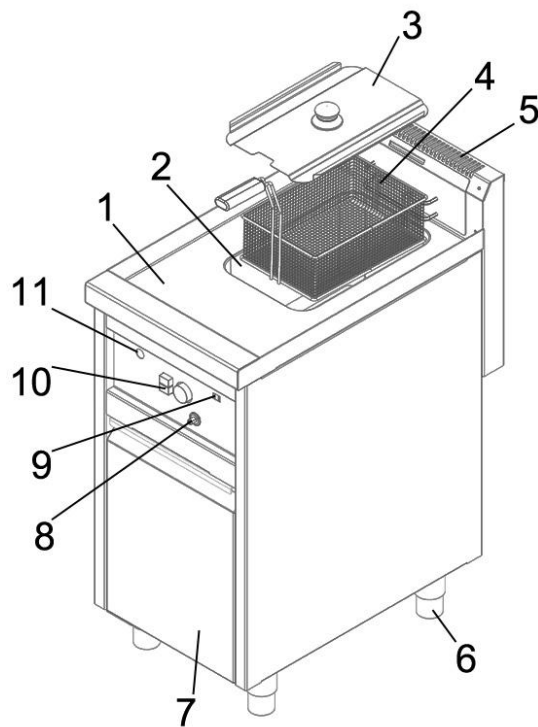
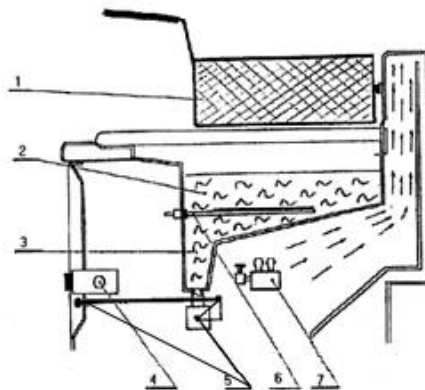
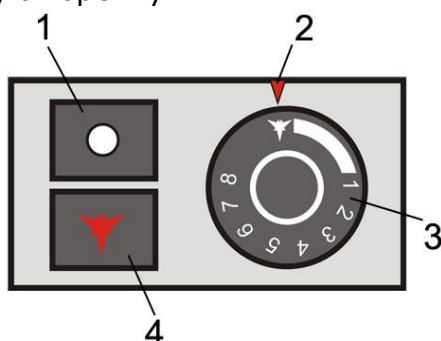

Рис.1. Устройство газовой фритюрницы
Рис.2. Устройство фритюрной ванны
Рис.4. Блок управления фритюрницей
На рис.1 приведено общее устройство газовой фритюрницы.
Фритюрница располагается на закрытом кабинете с распашными 1 или 2 дверями 7 (рис.1). В зависимости от модели, устройство может иметь одну или две обжарочные камеры (ванны) 2 (рис. 1). Чтобы избежать попадания посторонних предметов в ванны устройства, они накрываются съемными крышками 3 (рис.1). Высота устройства регулируется ножками 6 (рис.1).
За ваннами располагается коллектор 5 (рис.1) с вентиляционными отверстиями и фиксатором для корзины. Через отверстия в коллекторе удаляются продукты сгорания, они имеют очень высокую температуру. Съемный фиксатор корзины в коллекторе используется для удаления из корзины с готовым продуктом избыточного масла.
Ванна фритюрницы разработана таким образом что, так называемая, холодная зона 3 (рис.2) позволяет осаждать в ней отработанное масло и нагар от фритюра. В ванне располагается корзина из хромированной стали 4 (рис.1) для продуктов, требующих обжарки и термостат с защитой от перегрева 6 (рис.2).
Под ванной располагаются основная и запальная газовые горелки 7 (рис.2). Запальная горелка осуществляет розжиг основной, а последняя нагревает ванну с маслом. Также под ванной размещается сливной кран с рычагом 5 (рис.2), предназначенный для слива отработанного масла и ёмкость для сбора масла.
- кнопка пьезорозжига 8 (рис.1);
- блок управления фритюрницей 10 (рис.1, рис.4);
- индикатор готовности устройства к работе 9 (рис.1);
- смотровое отверстие 11 (рис.1) для контроля пламени запальной горелки;
- Установите ручку регулировки температуры 3 (рис.4) в положение «розжиг запальной горелки», при котором символ  на ручке совпадает с риской 2 (рис.4).
- Нажмите и удерживайте кнопку включения подачи газа 1 (рис.4), при этом автоматически выжметя кнопка розжига запальной горелки 4 (рис.4).
- Удерживая кнопку 4, несколько раз нажмите кнопку пьезорозжига 8 (рис.1) до розжига запальной горелки. Проверить это можно через смотровое отверстие 11 (рис.1). Если запальная горелка не зажглась, отпустите обе кнопки и вновь попробуйте зажечь запальную горелку.
- После появления пламени в запальной горелке, удерживайте кнопку 1 (рис.4) нажатой в течение 10 секунд до срабатывания предохранительного клапана (**при первом пуске устройства, а также после каждой замены баллона СУГ – через 60 секунд**). Проследить за пламенем запальной горелки можно через смотровое отверстие 11 (рис. 1), располагающееся на лицевой панели устройства. Если запальная горелка погасла, следует повторить процедуру розжига.
- Убедившись, что пламя запальника постоянно и стабильно, поверните ручку 3 (рис. 4) против хода часовой стрелки и установите необходимую температуру масла в соответствии с таблицей 2. При повороте ручки крана против хода часовой стрелки – кран открывается и осуществляется розжиг основной горелки.
- Для временного отключения устройства поверните ручку крана по ходу часовой стрелки, в положение «розжиг запальной горелки», при этом символ  на ручке совпадает с риской 2 (рис.4) – основная горелка гаснет, а запальная горелка остается зажженной («дежурный режим»).
- Для того, чтобы полностью отключить устройство необходимо нажать на кнопку 1 (рис.4).